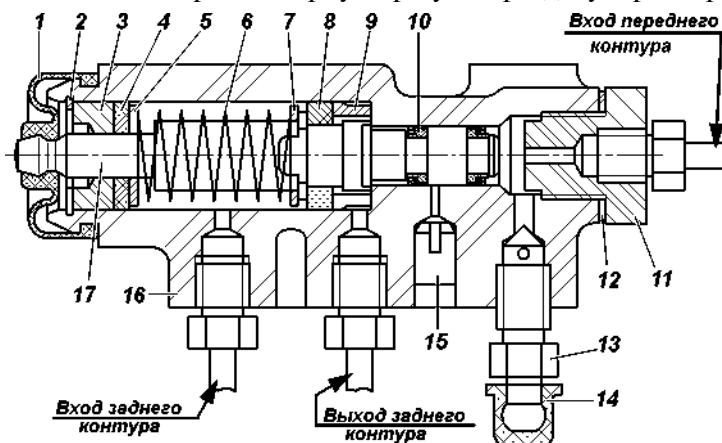

Рис. 9.23. Регулятор давления:
**Регулятор давления.** На автомобилях, не оснащенных антиблокировочной системой тормозов, устанавливается регулятор давления (рис. 9.23), который обеспечивает оптимальное распределение тормозных сил по осям автомобиля и не допускает блокировку задних колес раньше передних. При обслуживании проверяйте работоспособность регулятора давления. Очищайте регулятор от грязи и проверяйте надежность его крепления. Внешним осмотром убедитесь, что регулятор и детали его привода не имеют повреждений, отсутствуют подтекания тормозной жидкости и люфты в соединении стойки с упругим рычагом и кронштейном на заднем мосту.
При нажатии на педаль тормоза поршень 17 (рис. 9.23) регулятора давления должен выдвигнуться из корпуса на 1,7 - 2,3 мм. Отсутствие хода поршня, а также его недостаточный или чрезмерный ход свидетельствует о неисправности регулятора или его привода.
3. Заверните болт 3 до соприкосновения его с хвостовиком поршня 17 (рис. 9.23) регулятора.